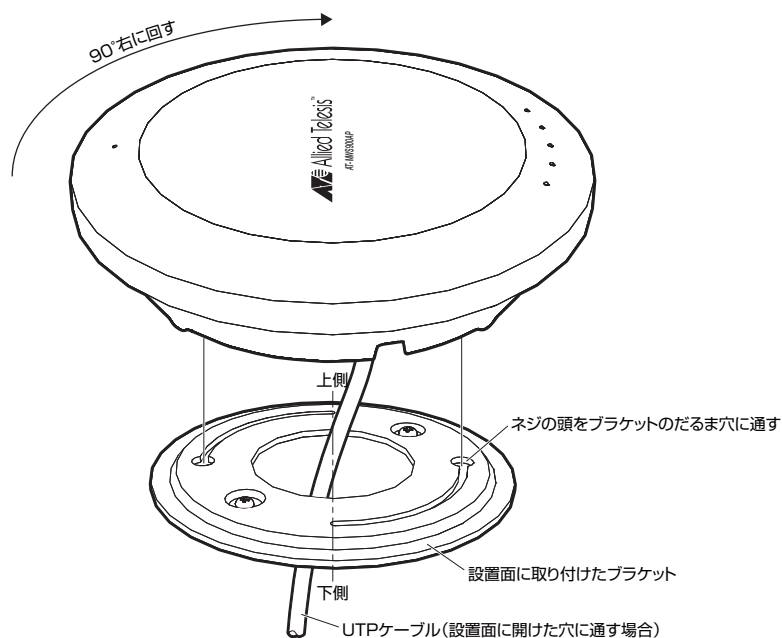

図 2.3.5 本製品背面のようす
- 5 設置面にブラケットを取り付ける下穴を開け、タッピングスクリューでブラケットを取り付けます。設置面内部に UTP ケーブルを通す場合は、ケーブル穴を設置面に開けてください (図 2.3.5 参照、p.27)。